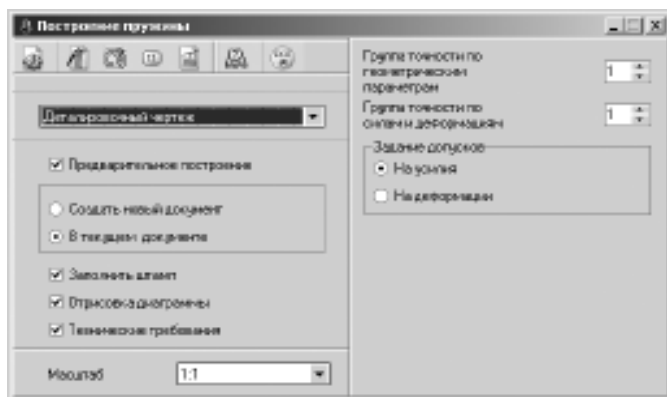

Рис. 4.100. Диалоговое окно **Построение пружины** после щелчка по кнопке  – **Параметры размеров и диаграммы**
– **Параметры размеров и диаграммы** добавляет в диалоговом окне **Построение пружины** ряд элементов управления в правой части окна, см. рис. 4.100;